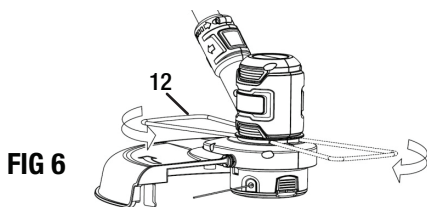

FIG 6
FIXATION DE LA GARDE DE JARDIN ET LA POIGNÉE AVANT (FIG 6, 7)
Pour installer le garde-jardin (12), élargissez l'ouverture du fil et installez-le sur la rainure de la tête de coupe comme indiqué à la FIG 6.